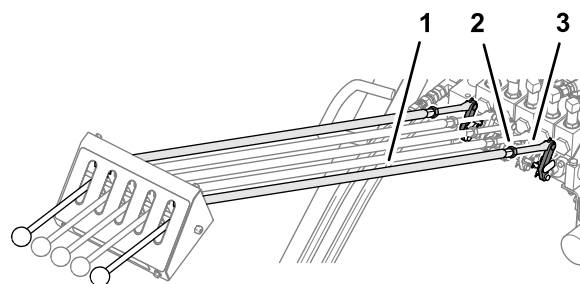

Figure 33
- Serrez l'écrou (7/16 po) sur la tige de commande et la biellette; voir (Figure 33).